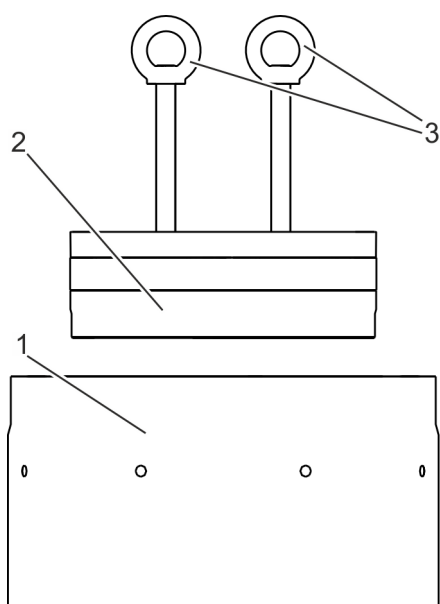

Fig. 14: Mise en place du couvercle de fermeture
- 19.** ▶ S'ils ont été retirés, visser les écrous à anneau (Fig. 14/3) sur les goujons filetés du couvercle de fermeture.
- 20.** ▶ Élinguer les écrous à anneau (Fig. 14/3) à l'engin de levage et soulever le couvercle de fermeture (Fig. 14/2) avec la bague d'étanchéité et la bague d'appui montées au-dessus du carter (Fig. 14/1).